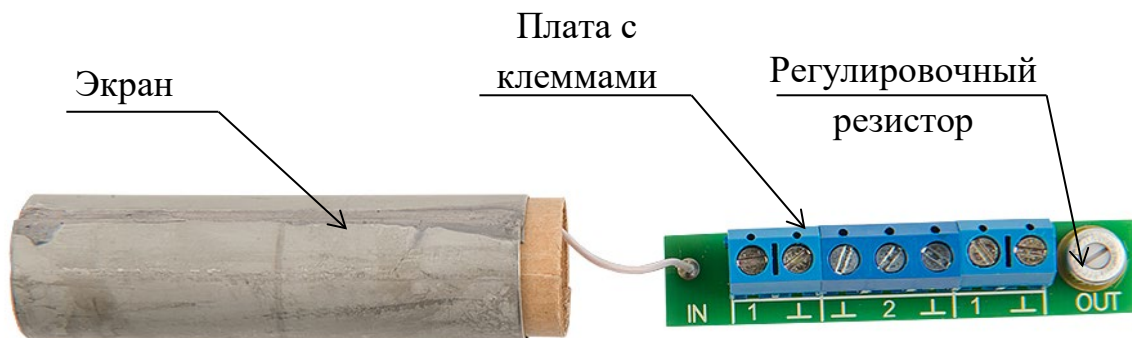

Рисунок 7.27
– отсоединить гермовводы каждого РЧС-Т, вынуть экраны с платой (рисунок 7.27), выдвинуть платы из экрана для обеспечения доступа к регулировочному резистору;
– установить регулировочный резистор (рисунок 7.27) каждого РЧС-Т в положение максимальной чувствительности (вращать по часовой стрелке до упора), при этом сигнальный светодиод БОС может загореться;